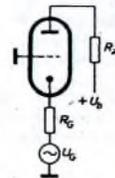

Bild 3. Vollständige Prinzipschaltung der Gitterbasisstufe mit Generatorinnenwiderstand R_G
einen Innenwiderstand hat. Bild 3 zeigt die ergänzte Schaltung mit dem Generatorinnenwiderstand R_G . Zwischen R_G und dem Röhreneingangswiderstand R_e findet eine Spannungsteilung statt, die berücksichtigt werden muß. Bezogen auf die Generatorspannung (oder -EMK) U_G ist die Ausgangsspannung
Dieses Ergebnis war auf Grund von Bild 3 zu erwarten. Es bestätigt die Richtigkeit des in Gl. (13) gefundenen Wertes für k .